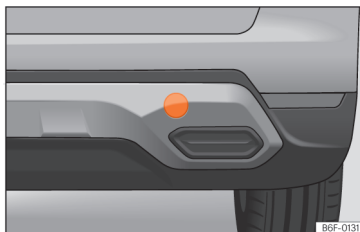

Abb. 166 Auf der rechten Seite des hinteren Stoßfängers: Abdeckung entfernen.
Die Abschleppöse wird in die hinter einer Abdeckung auf der rechten Seite des hinteren Stoßfängers befindliche Aufnahme eingeschraubt » [Abb. 166].
- Drücken Sie auf den rechten Bereich der Abdeckung » [Abb. 166] und klinken Sie diese aus.